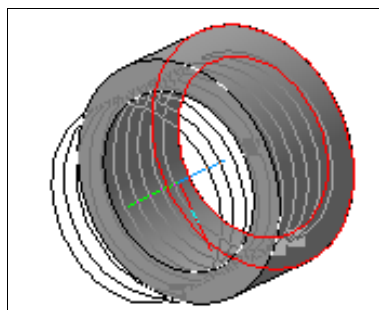

Рис. 23.12. Фантом спирали цилиндрической
- ♦ нажмите кнопку **Создать объект**. Спираль построена (рис. 23.12). В Дереве модели появился элемент **Спираль цилиндрическая:1** со своей пиктограммой. Далее необходимо создать эскиз сечения;